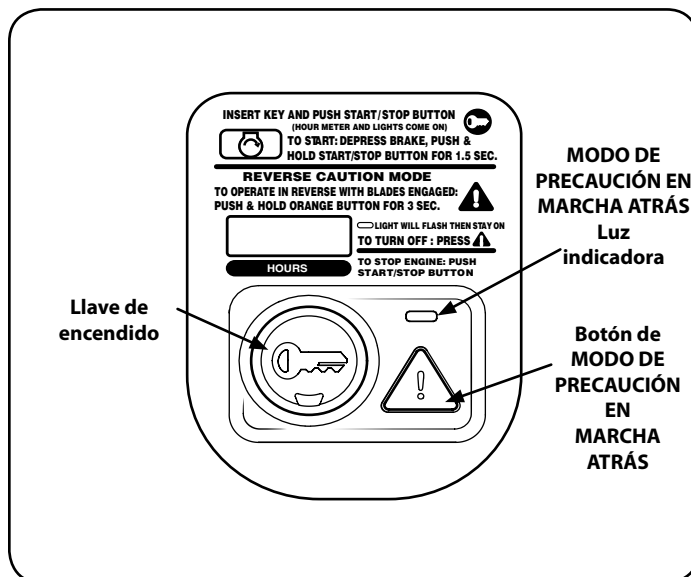

Figura 14
- Para activar el MODO DE PRECAUCIÓN EN MARCHA ATRÁS, oprima y mantenga presionado el botón correspondiente a dicho modo  durante 3 segundos. Vea la Figura 14.
- Oprima el botón del MODO DE PRECAUCIÓN EN MARCHA ATRÁS  (botón triangular de color naranja). La luz indicadora parpadea, luego permanece encendida mientras esté activado. Vea la Figura 14.